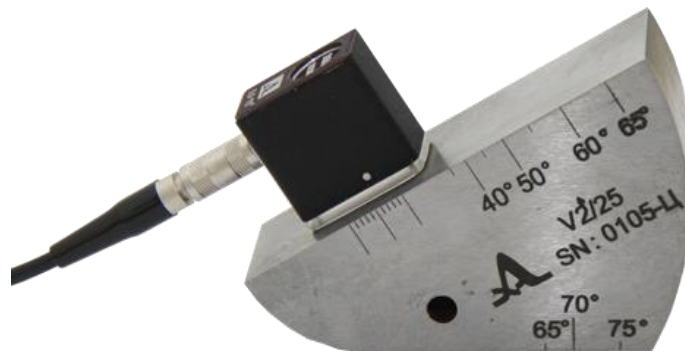

Рисунок 27
– для определения задержки в призме преобразователя просканировать радиусную часть (R50) образца V2/25 со стороны длинной грани (рисунок 27), получить временную огибающую сигналов (рисунок 28) и нажать клавишу;